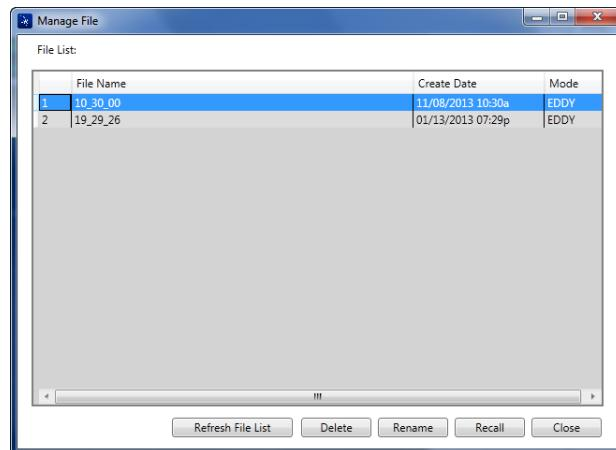

Рис. 7-17 Окно Manage File (Управление файлом)
Открывается диалоговое окно **Manage File** (см. Рис. 7-17 на стр. 212).
1. В диалоговом окне **Manage File** (Управление файлом) выберите нужный файл и щелкните **Delete** (см. Рис. 7-17 на стр. 212).
1. В диалоговом окне **Manage File** выберите нужный файл и щелкните **Rename** [Переименовать] (см. Рис. 7-17 на стр. 212).
1. В диалоговом окне **Manage File** выберите нужный файл и щелкните **Recall** [Вызвать] (см. Рис. 7-17 на стр. 212).
- ◆ В диалоговом окне **Manage File** щелкните **Refresh File List** [Обновить список файлов] (см. Рис. 7-17 на стр. 212).